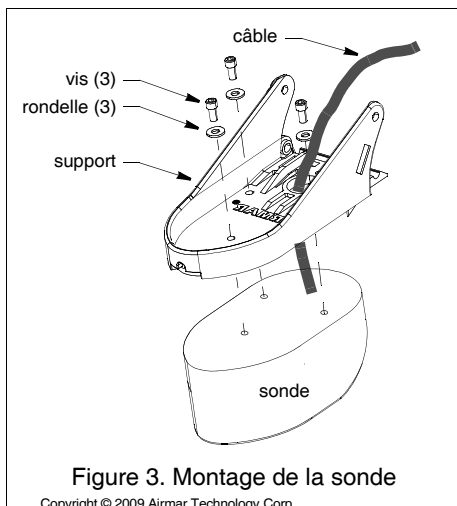

Figure 3. Montage de la sonde
1. Passez le câble dans le grand trou du support de la sonde (Figure 3).